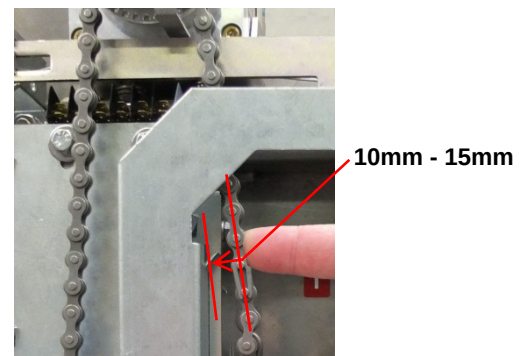

Abb. 17: Kettendurchhang prüfen / pict.17: checking the catenary
- Durch Eindrehen der Stellschrauben die Kette soweit spannen, bis diese nur noch ca. 10mm bis 15mm durchgedrückt werden kann (s. Abb. 17). Im Anschluss die Stellschrauben mit der jeweiligen Kontermutter fixieren.
- Per Schaltkurbel manuelle Probeschaltung mit dem Lasttrennschalter und dem Erdungsschalter durchführen. Während der Probeschaltung auf einen sauberen Lauf der Kette achten. Nach der Probeschaltung nochmals den Kettendurchhang (s. Abb. 17) überprüfen.